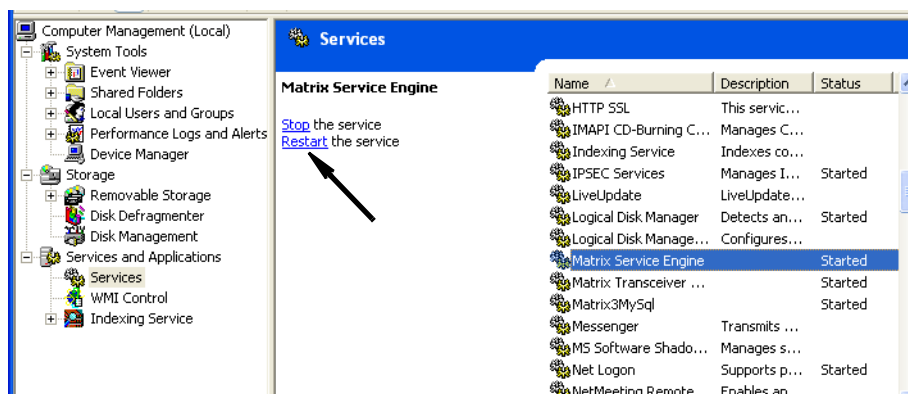

FIG. 43
- k. Fare clic sul collegamento Restart Service (Riavvia servizio) (FIG. 43).